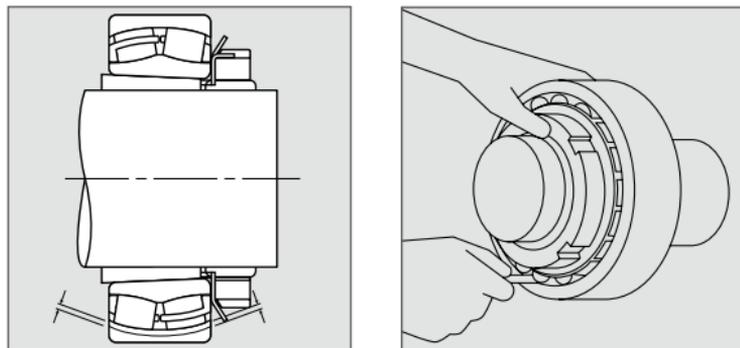

Fig. 2:
6. Serrer l'écrou jusqu'à ce que le jeu radial interne se réduise, comme indiqué sur le tableau en page 54/55. Quand le roulement est monté sur l'arbre, la prise de mesure du jeu interne doit être effectuée sous les rouleaux, sur la partie basse du roulement, comme montré sur la fig. 2.